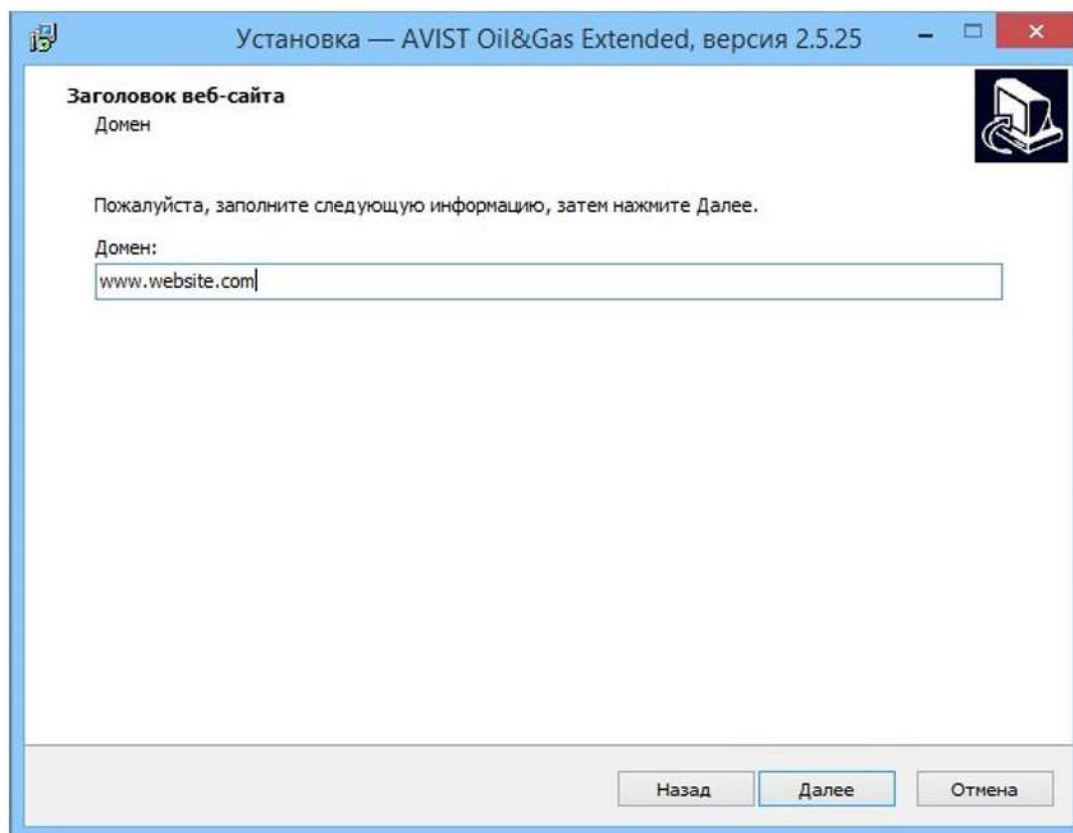

Рисунок 36 - Окно заголовка веб-сайта
- 8) Заполнить заголовок домена веб-сайта в следующем окне, нажать кнопку «Далее» (Рисунок 36). Имя обязательно должно быть внесено в DNS, оно связано с SSL сертификатом безопасности.